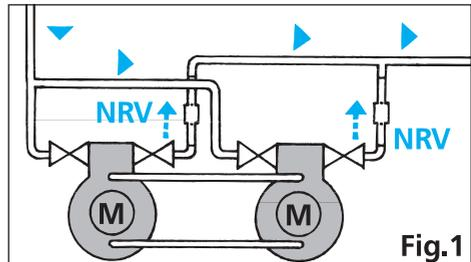

Fig. 1
*Deux conduites d'égalisation (fig. 1) :* monter l'une entre les carters d'huile, l'autre entre les chambres d'aspiration des compresseurs. Quelle que soit la méthode d'égalisation choisie, les compresseurs doivent être soigneusement alignés dans le même plan horizontal.